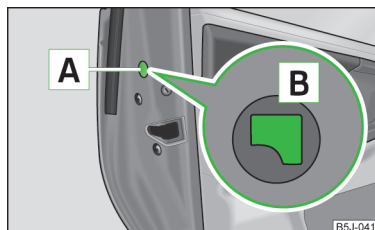

Fig. 30
► Demontați masca **A** » fig. 30.